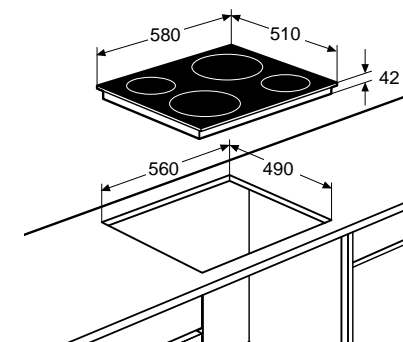

fig. 5
- Teken de uitzaagmaat (560 x 490 mm) af op het aanrechtblad (zie fig. 5).